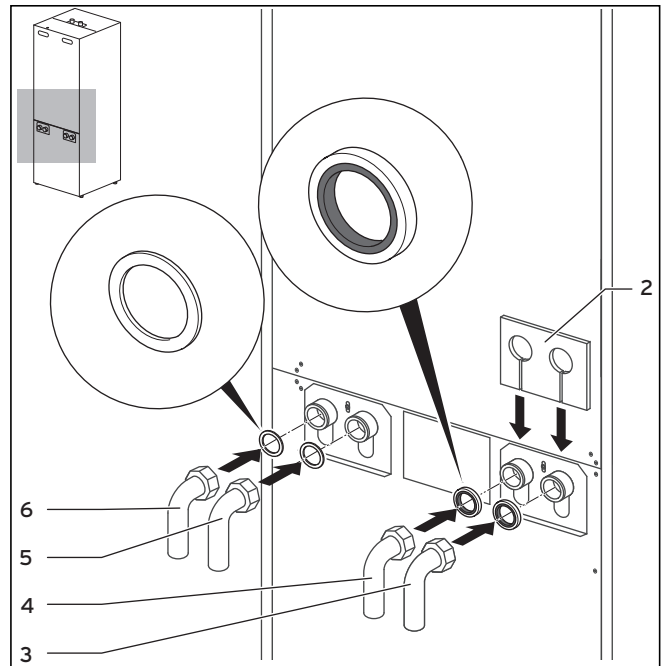

Abb. 5.5 Anschlusswinkel montieren
Falls an den Anschlüssen des Solekreises (→ **Abb. 5.5, Pos. 3 und 4**) nicht die Dichtungen mit Metallstützring verwendet werden, kann es zu Undichtigkeiten kommen!
- Die Rohrinstallation und die Verwendung der Dichtungen muss gemäß → **Abb. 5.5** erfolgen.
Legende zu Abb. 5.5
- Schließen Sie die Vorlaufleitung an (→ **Abb. 5.5, Pos. 6**).
- Schließen Sie die Rücklaufleitung an (→ **Abb. 5.5, Pos. 5**).
- Schließen Sie die Soleleitungen an die Wärmepumpe an (→ **Abb. 5.5, Pos. 3 und 4**).
- Montieren Sie die zur Wärmedämmung des Anschlussblechs vorgesehene Isoliermatte (→ **Abb. 5.5, Pos. 2**).